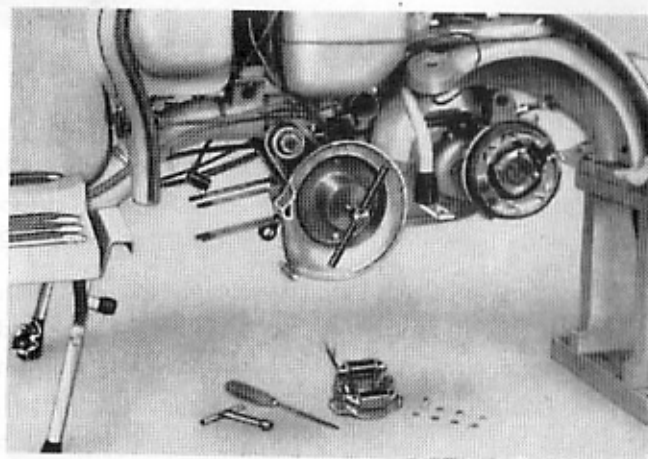

Fig. 18
- 32** Smontare la flangia volano: svitare i tre dadi di fissaggio (chiave da 10) ed estrarre la flangia servendosi dell'estrattore (attrezzo n. 58903) fissato sulla flangia a mezzo di due delle tre viti che fissano la piastra porta indotti. Vedi fig. 18.